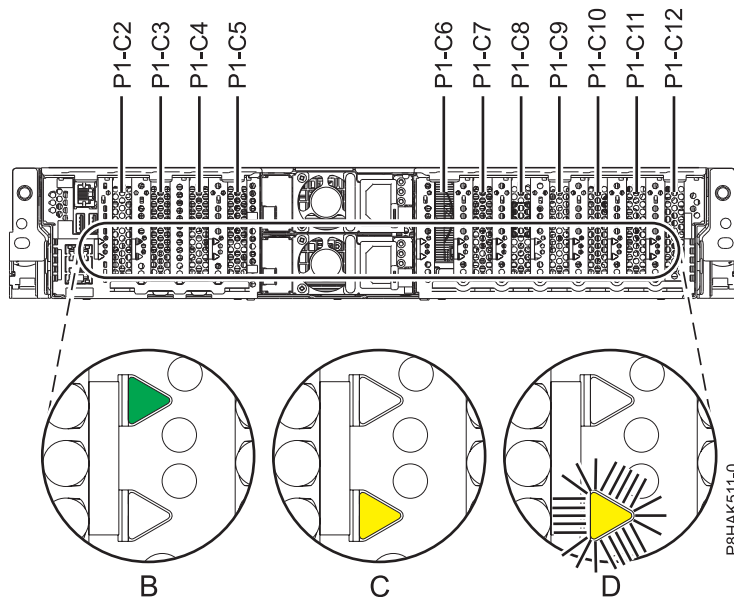

Figura 23. Ubicacions de les ranures d'adaptadors PCIe i ubicacions dels LED en un sistema 5148-21L, 5148-22L, 8247-21L, 8247-22L, 8284-21A, o 8284-22A
1. Familiaritzeu-vos amb les ubicacions de les ranures d'adaptadors PCI i els indicador de servei per a adaptadors PCI amb què vulgueu treballar. Els adaptadors PCIe s'instal·len a la part posterior del sistema. A la Figura 23 a la pàgina 41 mostra les ubicacions dels adaptadors PCIe en un sistema 5148-21L, 5148-22L, 8247-21L, 8247-22L, 8284-21A, o 8284-22A així com les ubicacions dels llums amb díode (LED) de l'adaptador PCIe.